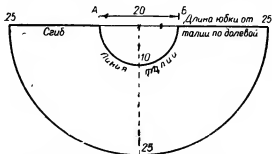

Рис. 185. Построение чертежа юбки клеш «солнце»
**Построение чертежа выкройки юбки клеш «солнце».** Проводят горизонтальную линию плана — 20 см (рис. 185) из расчета  $\frac{1}{3}$  окружности талии по снятой мерке (окружность талии 60 см):